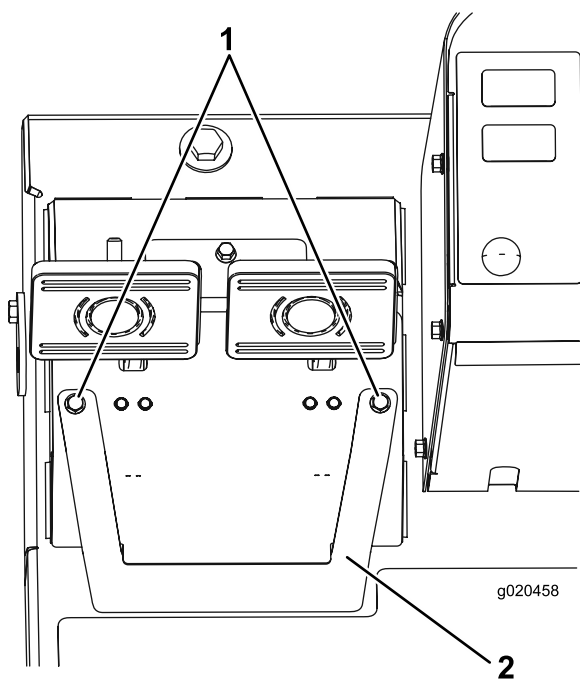

Figura 62
- A. Desaperte os 2 parafusos de montagem e retire a cobertura de ajuste do travão (Figura 62).